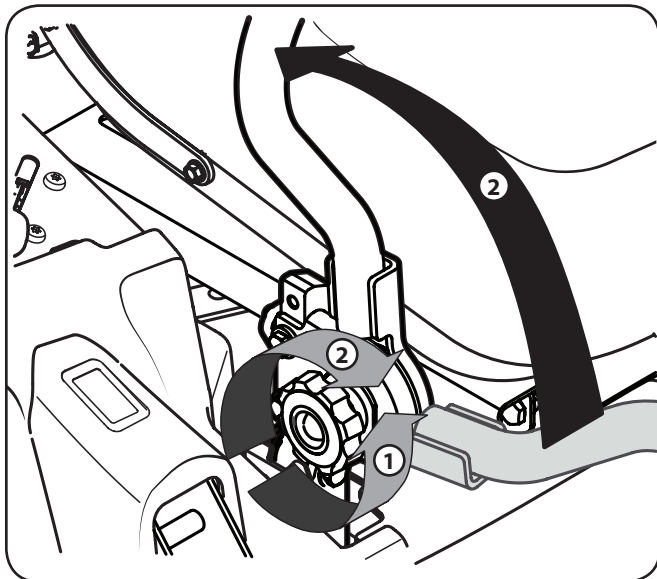

Figure 3-4
1. Desserrez le bouton de réglage situé sur le côté de chaque barre de conduite. Voir Figure 3-4.
2. Soulevez et faites pivoter la barre de conduite vers le haut à la position désirée, puis resserrez le bouton de réglage pour fixer la barre de conduite en place. Voir Figure 3-4.